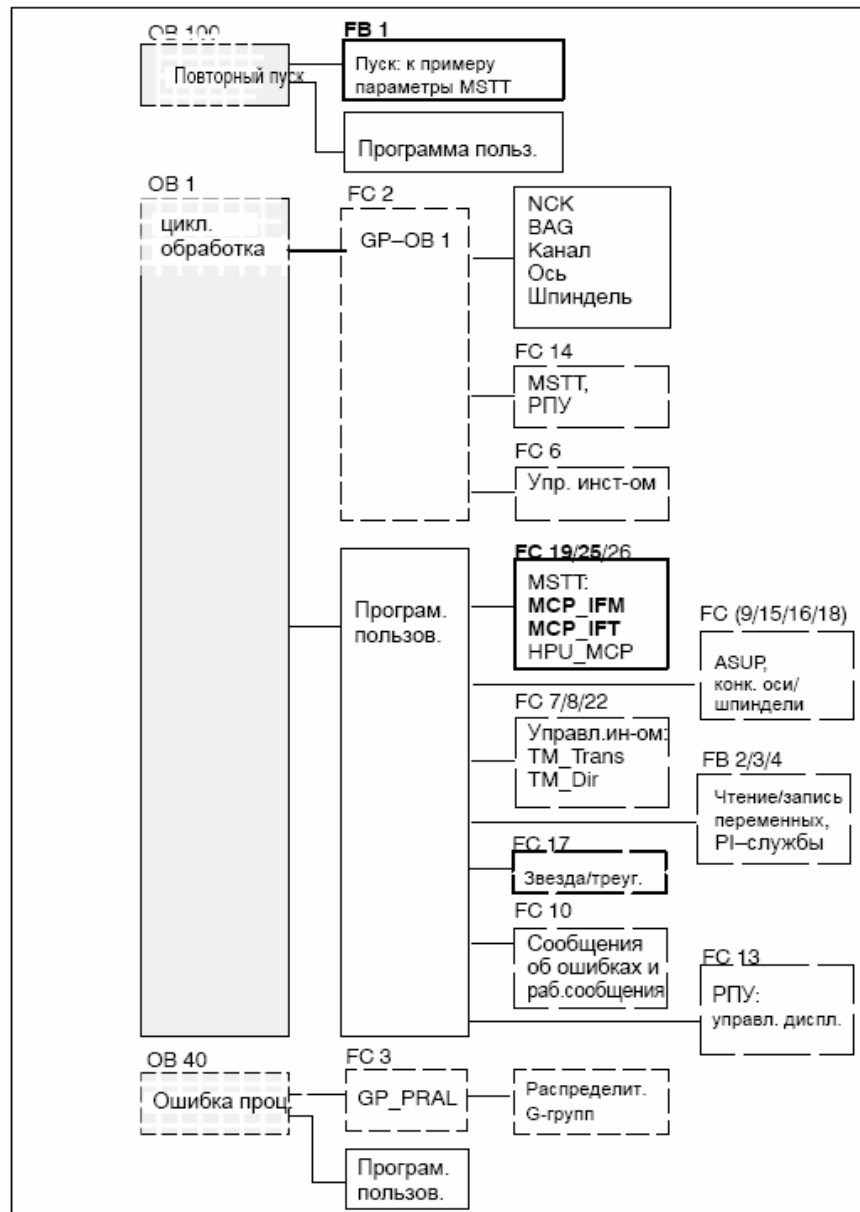

Рис. 5-6 Структура программы PLC
В ОВ 1, 40 и 100 пользователем (изготовителем станка) должна быть вызвана соответствующая часть главной программы – как представлено на рис. 5-6.
4. Блок FC 19 или FC 25 вставляется в циклических частях программы PLC (см. рис. 5-6).